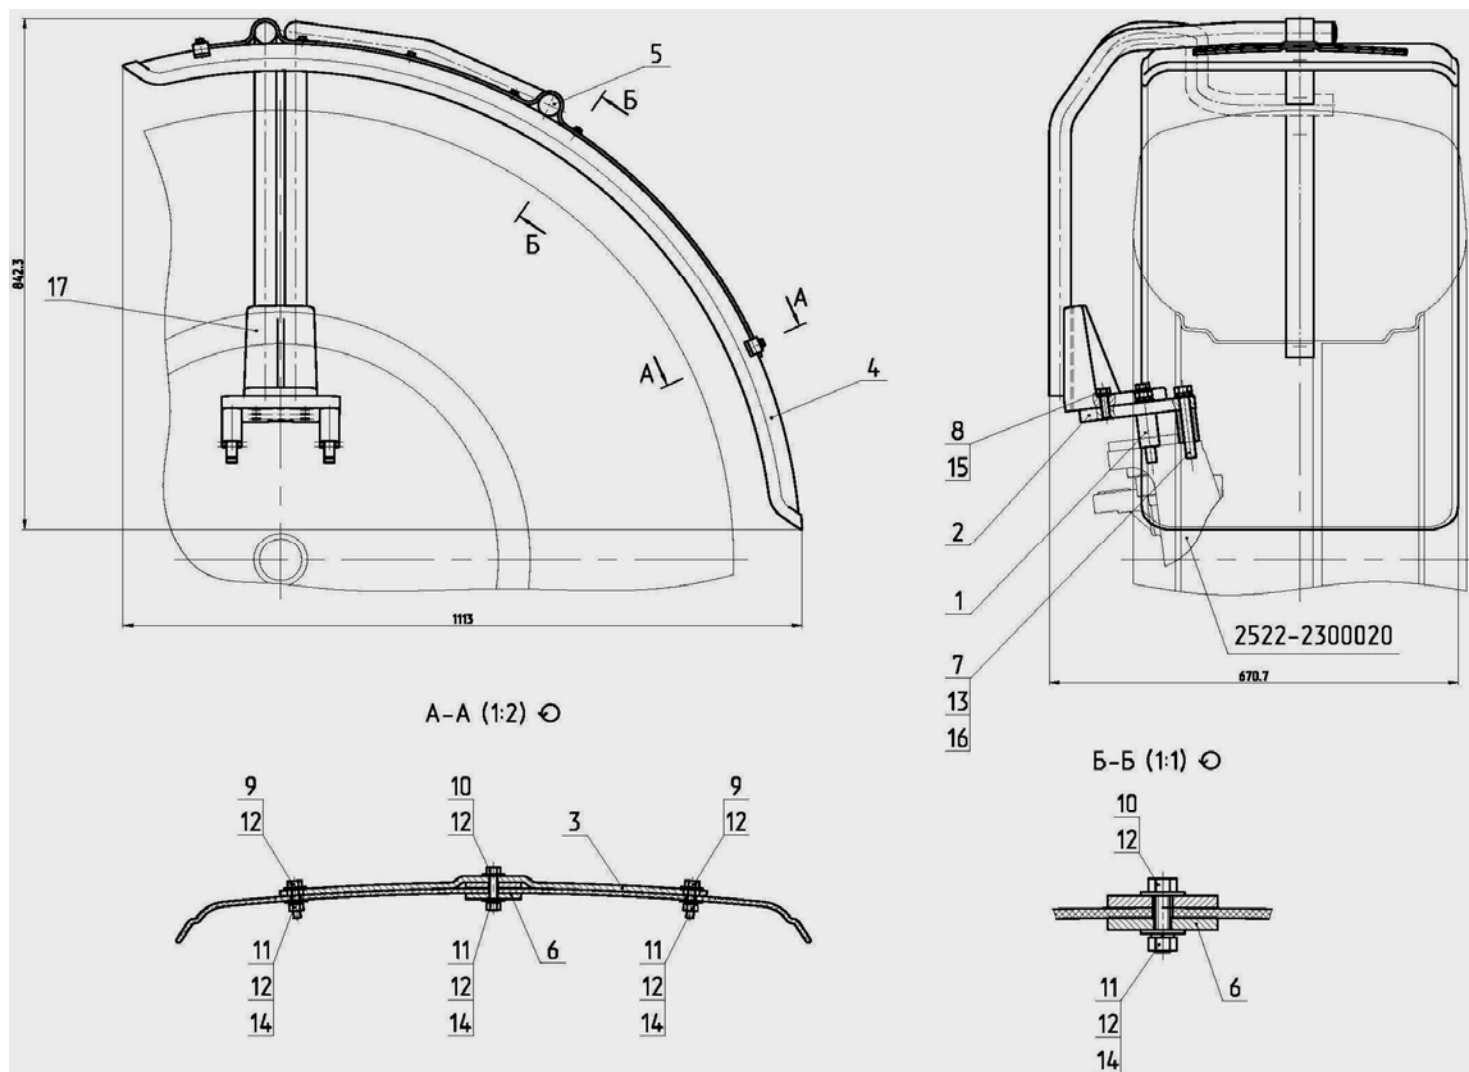

Рис.7.20 Крылья передних колёс.
- 1) открутите болты (8), (рисунок 7.20), и снимите стойку (17) вместе с крылом (4), усилителем (6), планками (3) и деталями крепления;
- 2) открутите болты (7), (рисунок 7.20), и снимите основание (2) и втулки (1);
- 3) открутите гайки (11), (рисунок 7.20), и снимите крыло (4) и усилитель (6).